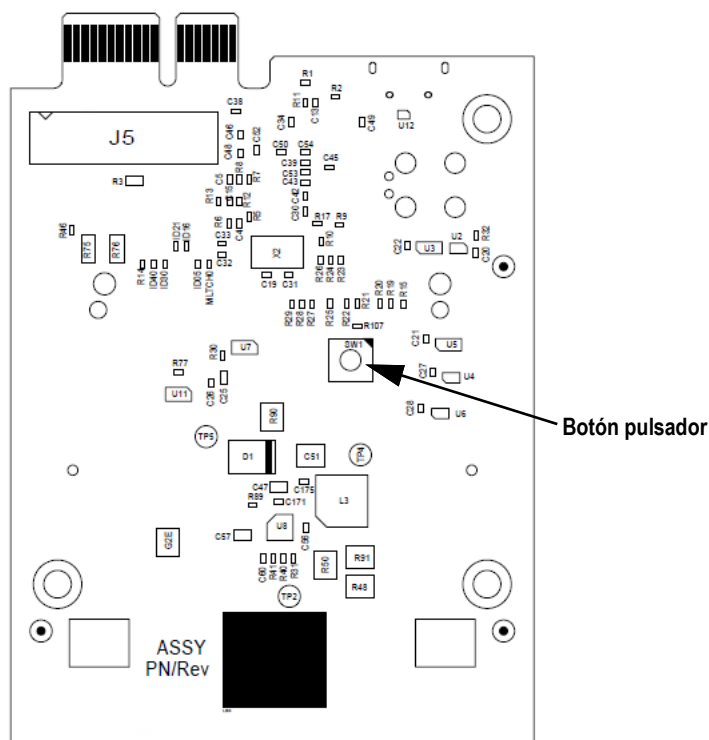

Figura 10-4. Ubicación del botón pulsador en la tarjeta host Anybus (n.º de ref. 164756)
6. Mientras mantiene pulsado el botón de la tarjeta, enchufe el extremo micro USB en el conector J4 (consulte Figura 10-4). El PC detecta un dispositivo USB extraíble llamado *CRP DISABLD*.